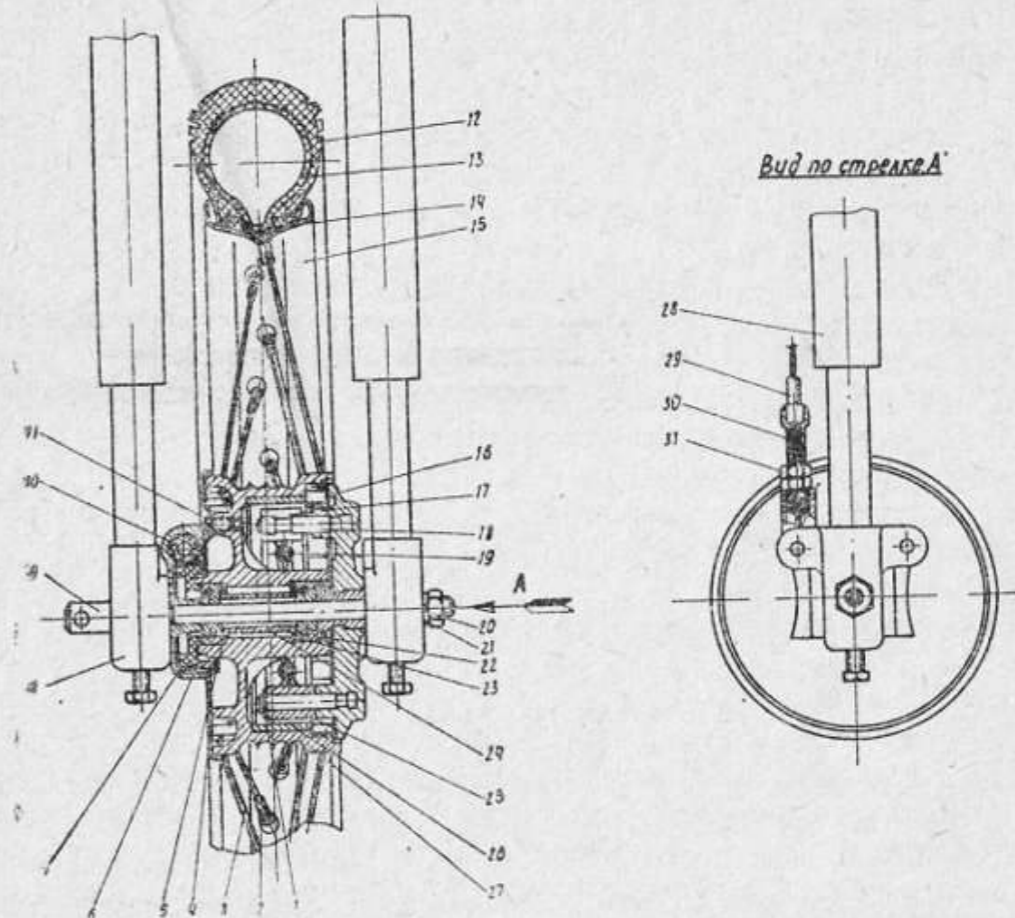

Рис. 15. Колесо переднее с вилкой.
2. Отвернуть гайку (20 рис. 15) и снять шайбу (21).